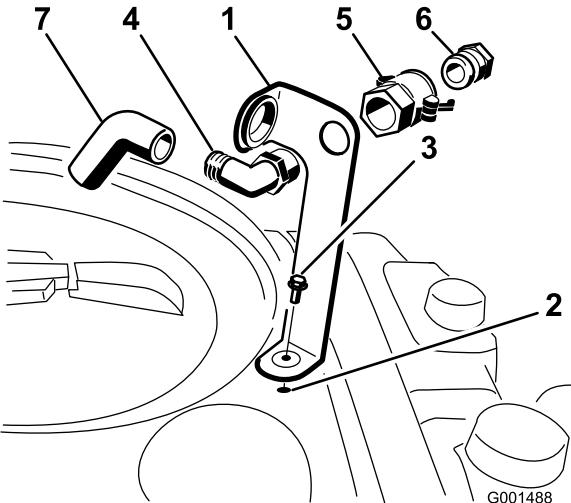

Рисунок 3
головкой (5/16 x 3/4 дюйма), как показано на Рисунок 3.
2. Проденьте резьбовой конец прямоугольного штуцера сквозь кронштейн и наверните на него быстроизъемную муфту, прикрепив штуцер к кронштейну (Рисунок 3).
3. Установите переходник шланга в быстроизъемную муфту (Рисунок 3).
4. Зафиксируйте переходник на месте, повернув рычаги в направлении переходника, и затем закрепите их с помощью шплинтов (Рисунок 3).
5. Протяните антисифонный шланг сквозь большое отверстие в кронштейне и наденьте на конец типа «елочка» прямоугольного штуцера (Рисунок 3).